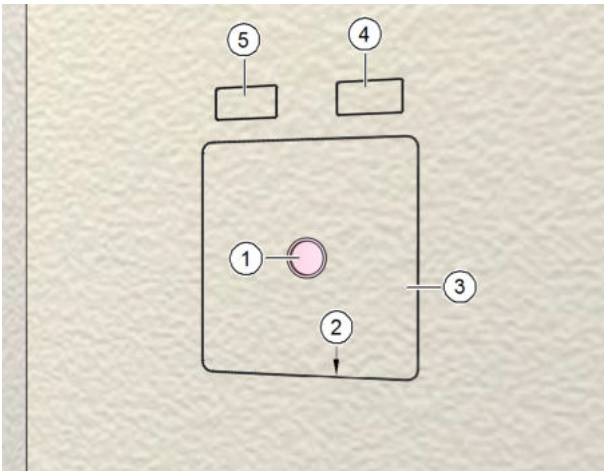

Abb. 26: Mauerkasten innen verputzt
- ▶ Entfernen Sie den Signaldeckel (Pos. 1 in Abb. 26).
- ▶ Ritzen Sie mit einem Messer den Putz an der Innenseite des Putzrahmens (Pos. 2 in Abb. 26) ein.
- ▶ Entfernen Sie vorsichtig den Putzschutzdeckel (Pos. 3 in Abb. 26).
- ▶ Entfernen Sie die Putzschutzdeckel über dem Zuluft- (Pos. 4 in Abb. 26) und / oder Abluftkanal (Pos. 5 in Abb. 26).